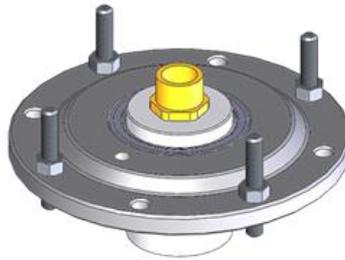

Рисунок 25: Латунный резьбовой переходник
- Вверните надлежащий латунный резьбовой переходник в торец вала (Рисунок 25).